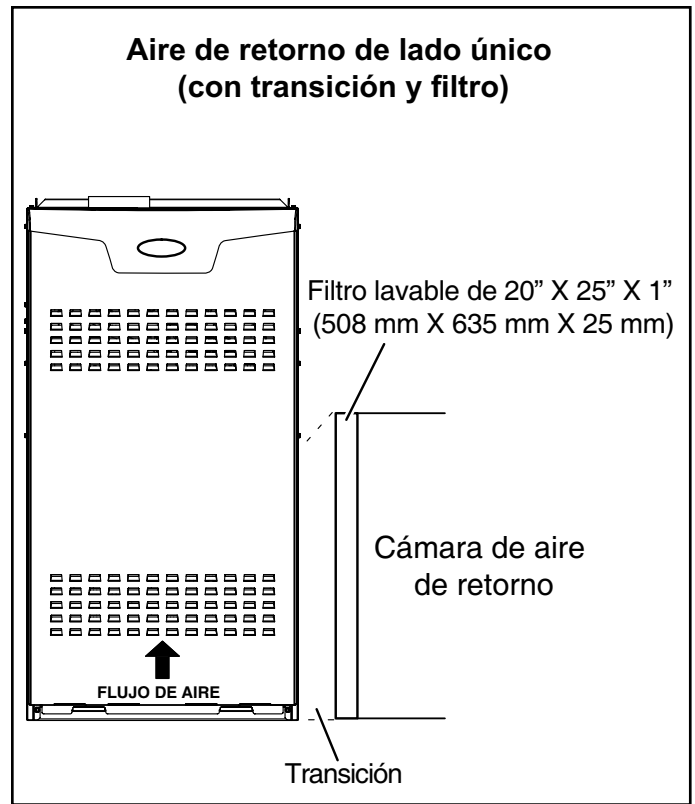

FIGURA 9
- 1 - Aire de retorno de un solo lado y base de aire de retorno opcional con transición que debe acomodar el filtro de aire de 20 x 25 x 1 pulgada (508 x 635 x 25 mm) requerido para mantener la velocidad apropiada. Ver FIGURA 9.